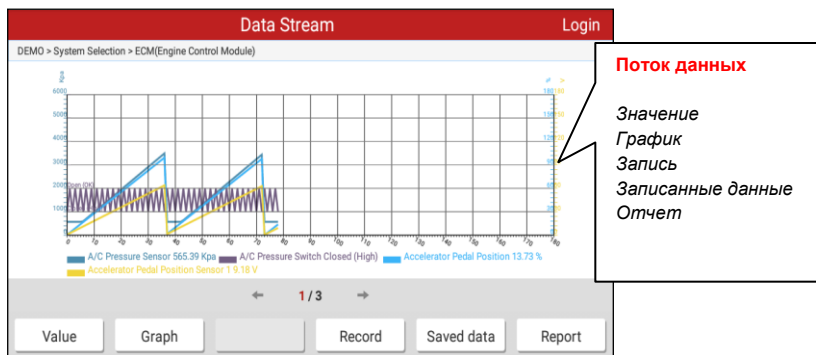

Рис. 5-14
- ✓ Объединенный – режим наложения графиков для сравнения данных. В этом случае разные данные выделены разными цветами. См. рис. 5-14.